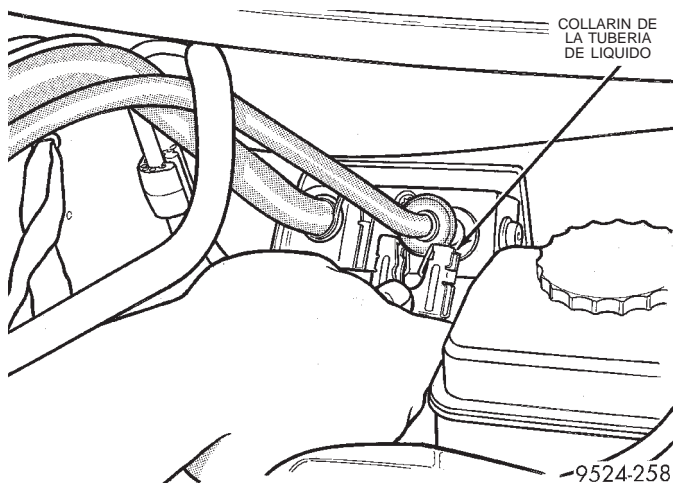
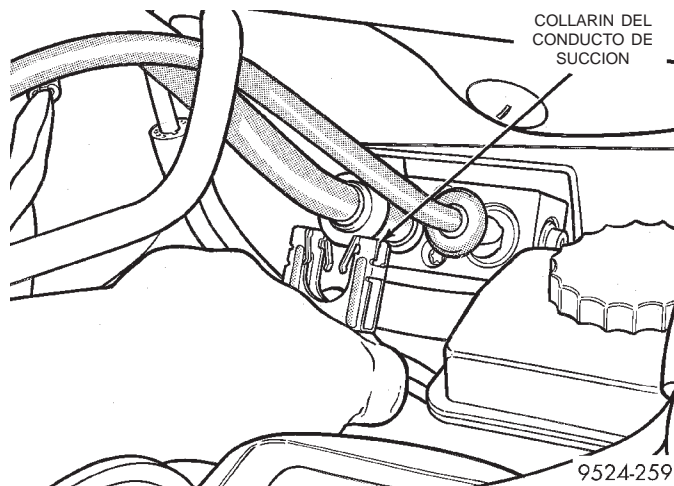

Fig. 44 Collarín de la tubería de líquido
Fig. 45 Collarín del conducto de succión
- (1) Retire el refrigerante del sistema de A/A usando una máquina de recuperación de refrigerante.
- (2) Desconecte los collarines de la tubería de la válvula de expansión (Fig. 44) y (Fig. 45).